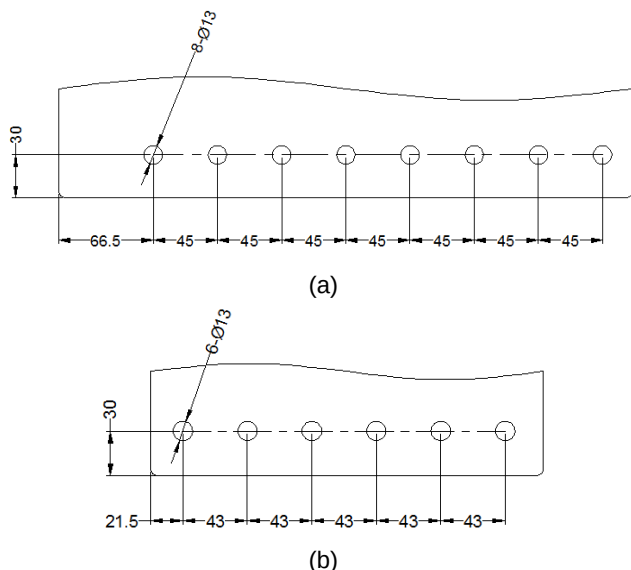

图3-13 交流输出铜排接线孔尺寸图(mm)
(6) 1000kW 机种交流输出铜排接线孔尺寸如图3-13(a)所示，
630/500kW机种交流输出铜排接线孔尺寸如图3-13(b)所示。